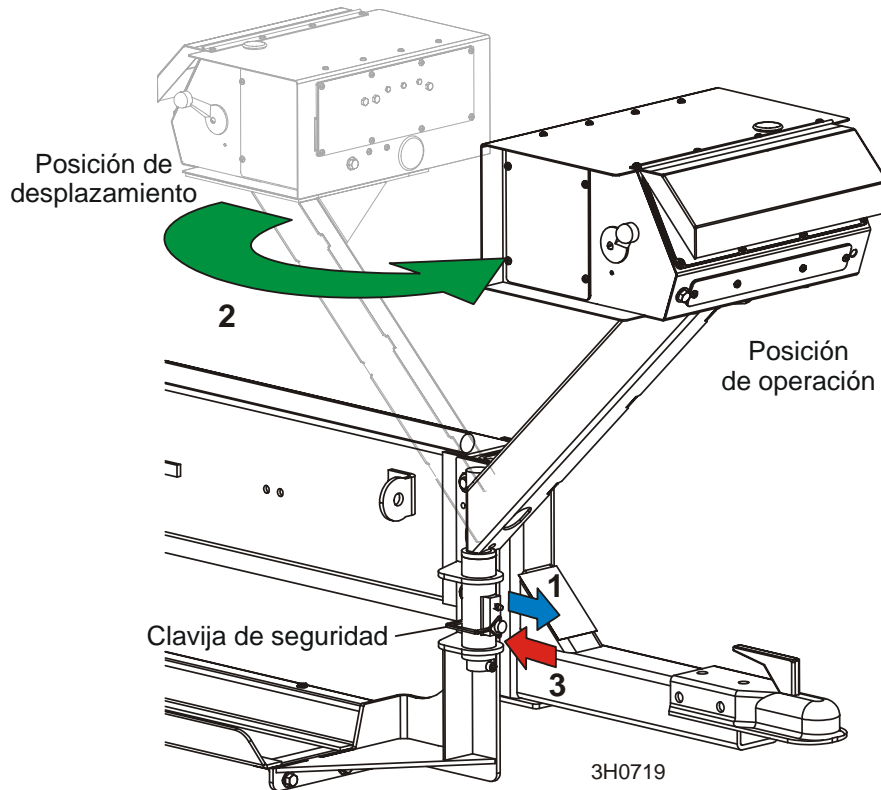

FIGURA 3-9
Vea la Figura 3-9. Rev H2.00+:
5. Para ajustar la ruta de la sierra en las poleas portasierra, use la manija del control de troza que se muestra en la **Figura 3-9**.